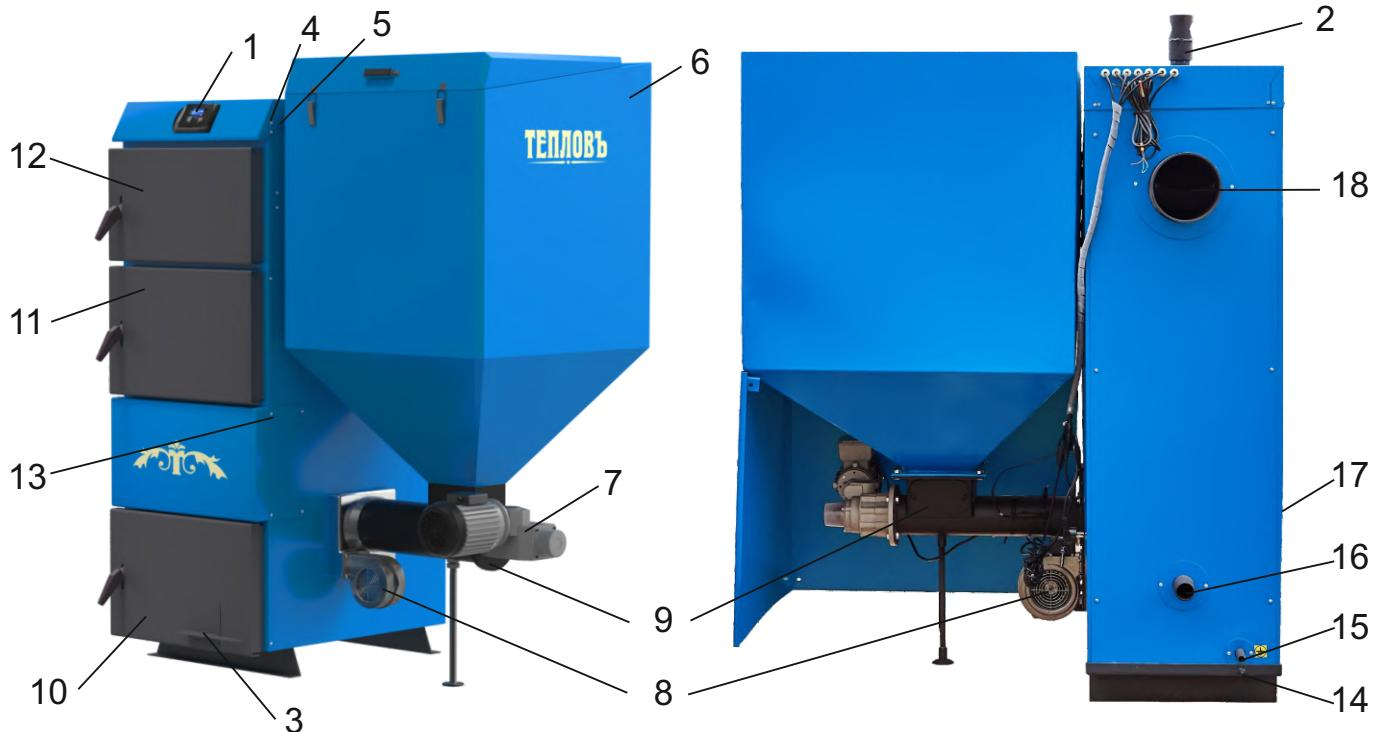

Рисунок 1 – Состав и устройство Котлов моделей ТР15-150
10. Котел (рис.1) представляет собой стальной сварной теплоизолированный каркас, обшитый снаружи съемной декоративной облицовкой, и устанавливаемый на собственных опорах. Внутреннее пространство имеет сложную конфигурацию, включает в своем составе в том числе трубчатый теплообменник, предназначенный для циркулирования теплоносителя, листовые детали, образующие вместе со стенками каркаса камеру сжигания, воздухоподводящие каналы, систему дымоудаления из Котла (18). Внутри каркаса в нижней части расположены устройства: колосниковая решетка для размещения топлива (при работе на резервном топливе) и зольный ящик для сбора и удаления золы. Снаружи Котел имеет дверцы и окошки для обслуживания Котла (10,11,12), патрубки для подсоединения к трубопроводам водяного контура системы отопления (2, 16), патрубок для опорожнения теплообменника (15), штуцера для установки термодатчика и тягогрегулятора (5). В нижней части котла справа или слева (по запросу сторона установки Горелки оговаривается) смонтирована Горелка (9) выбранной мощности, которая соединяется с